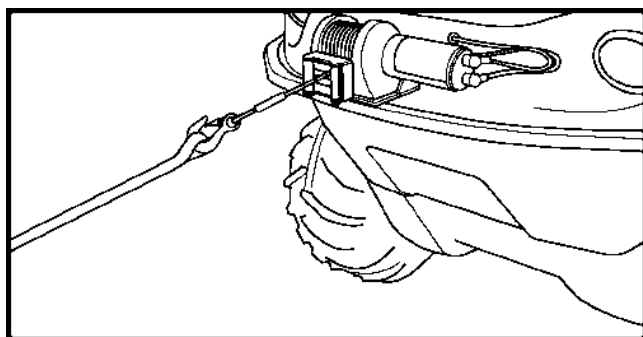

Figure 11-17. L'utilisation de la courroie de protection des mains.
7. Tenez vous à bonne distance du câble métallique et du crochet lorsque le treuil est en marche. Ne mettez jamais les doigts dans le crochet lorsque vous tirez le dernier bout de câble. Si vos doigts se coinçaient, vous pourriez perdre un doigt. Utilisez la courroie de protection des mains (figure 11-17) pour guider le bout de câble qui reste et le crochet. Ne jamais guider le câble avec votre main sans la barre de garde.